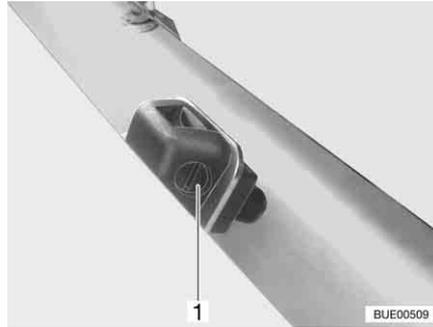

Fig. 28 Boquillas de limpiaparabrisas
- Girar el tornillo de ajuste (Fig. 28,1) con un destornillador apropiado hasta que se alcance la posición deseada.